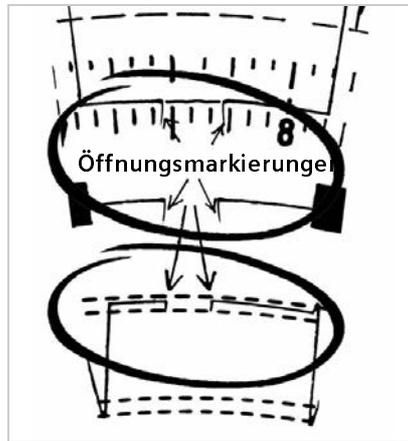

Abb. 65: Uhrzeit vorgedreht
- Hinweis auf vorgedrehte Uhrzeit: Unbegründete Öffnungsmarkierungen, siehe Abb. 65, zwischen den normalen Aufzeichnungen. Eventuell sind die Grundlinien von Hand nachgezeichnet.